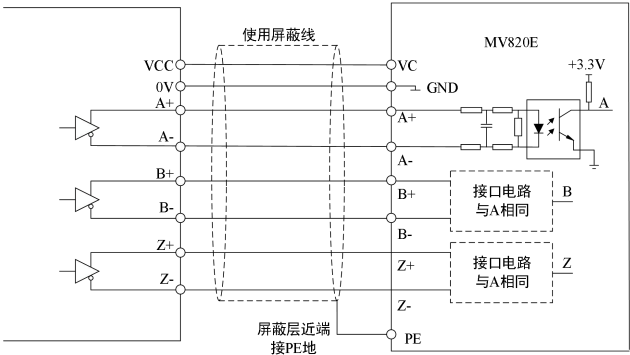

图 4-22 差分信号 PG 接线示意图
(3) PG 输出信号为差分信号，与接口板端子的连接如图 4-22 所示：